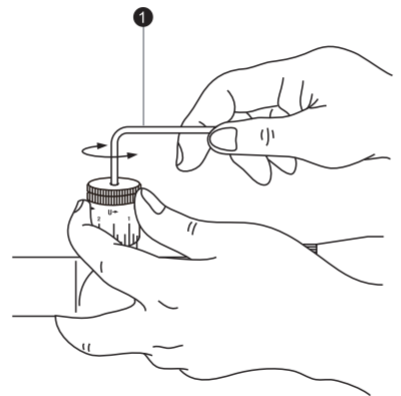

Fig. 3-3
Sujetando la torreta con los dedos para evitar el desplazamiento del anillo de escala alineado, gire el tornillo situado en la parte superior de la torreta en sentido contrario a las agujas del reloj con la llave hexagonal suministrada (1) hasta que salga el tornillo. A continuación, extraiga la torreta (Fig. 3-3).